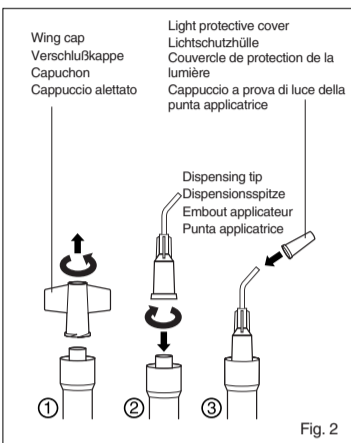
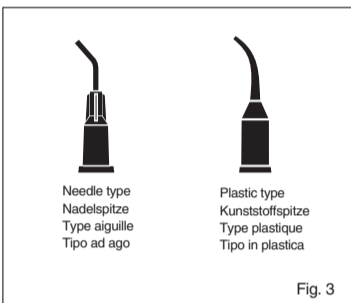

Fig. 2
Fig. 3
- Hold the syringe upright and remove the wing cap by turning counterclockwise. Take care not to expose material to direct light from the dental lamp or natural light (Fig. 2).
- Promptly and securely attach the dispensing tip (plastic or needle type) to the syringe by turning clockwise (Fig. 2)(Fig. 3).
- After attaching the dispensing tip, protect it with the cover until ready for use in order to avoid exposure to light (Fig. 2).
- Zunächst die Schutzkappe von der Spritze entfernen, diese dabei aufrecht halten, um ein unbeabsichtigtes Austreten des Materials zu verhindern. Die Kappe durch Drehen entgegen dem Uhrzeigersinn öffnen – dabei das Material nicht direktem Licht aussetzen, um ein frühzeitiges Härten zu vermeiden (Abb. 2).
- Die beiliegende Dispensenspitze anbringen – diese durch Drehen im Uhrzeigersinn befestigen (Abb. 2)(Abb. 3).